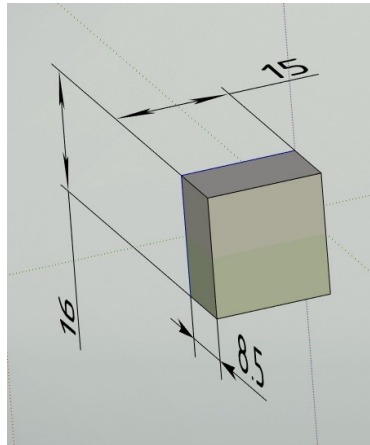

Рис. 61
– Щелкая мышью поочередно на двух вершинах, принадлежащих одному ребру (т.е. на соответствующих углах параллелепипеда), создаем соответствующие размеры (рис. 61). При этом в момент наведения курсора мыши на вершину она выделяется квадратиком.